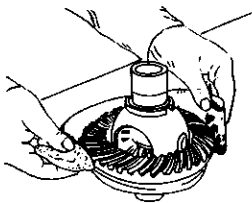

图 3-104 安装从动锥齿轮
3) 用  $120^{\circ}\text{C}$  的温度将从动锥齿轮加热，并将其装在差速器壳上，用两个螺纹销作导向，如图 3-104